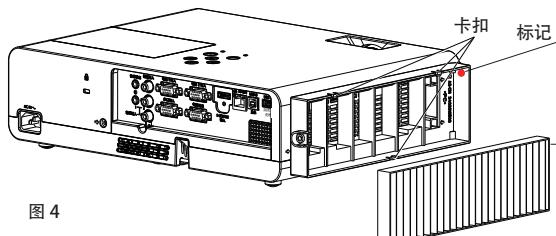

图 4
- 空气过滤器组件分内侧和外侧。将空气过滤器组件带标记(红色)侧和空气过滤器收纳室带标记(红色)侧保持一致，并将空气过滤器组件的上端对准卡扣插入(如图 4 所示)，将其安装入空气过滤器收纳室。